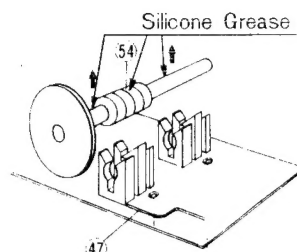

Figure 11
1. Worm gears have been press-insert mounted. When worm gears are lifted, make sure to apply an equal force to each connecting parts (Fig. 11).
2. Remove the Worm Gear (54).
1. ウォームギヤーは上から押し込むことによって固定されているため取りはずす際には、各固定部に力が均等に加わるように注意する。(図11)